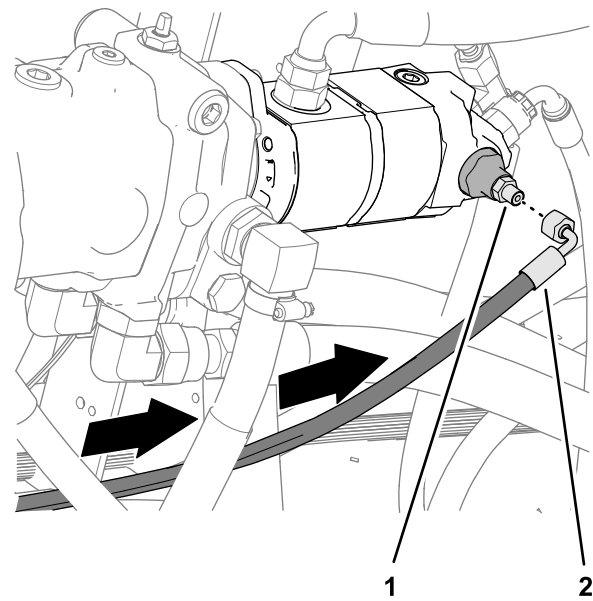

**Figure 134**
4. Déposez le joint torique qui se trouve sur le raccord droit à l'extrémité de la pompe hydraulique (Figure 134).
5. Posez un nouveau joint torique 7,6/1,8 mm dans la rainure du raccord droit (Figure 134).